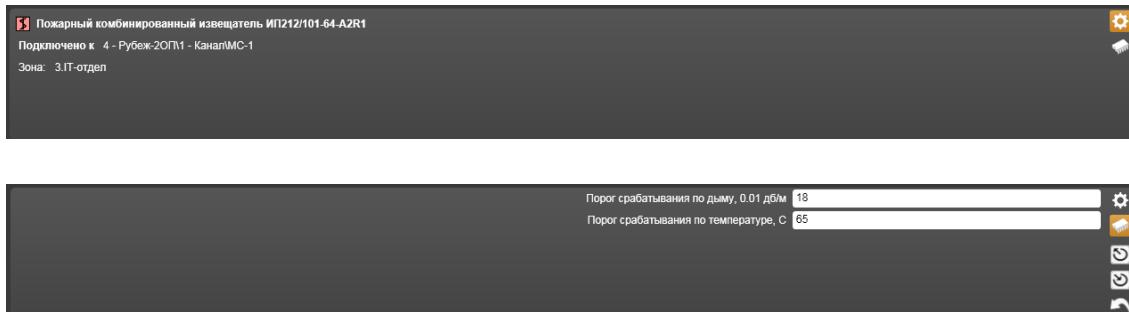

Рисунок 14.3.54 – Свойства Пожарного комбинированного извещателя ИП212/101-64-А2Р1
15) **Пожарный комбинированный извещатель ИП212/101-64-А2Р1 (ИП-64К)** (Рисунок 14.3.54).
- – **Параметры по умолчанию** – значок, при щелчке на котором происходит считывание параметров из памяти компьютера в таблицу параметров текущей закладки (Нижний рисунок 14.3.54).